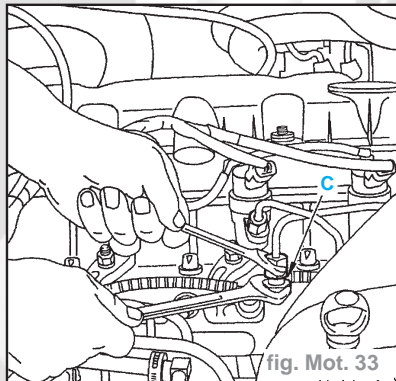

fig. Mot. 33
- Appliquer un contre-couple en "c" (fig. Mot. 33).